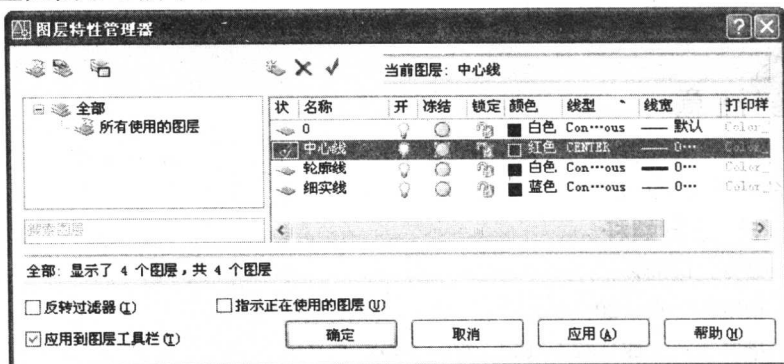

图 2-8 设置图层
(7) 用相同的方法再建立另一个新层,命名为“轮廓线”。“轮廓线”层的颜色设置为黑色,线型为 Continuous (实线),线宽为 0.30 毫米,并且让两个图层均处于打开、解冻和解锁状态,各项设置如图 2-8 所示。